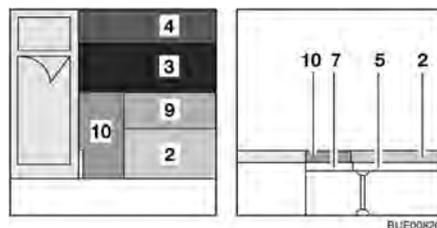

Fig. 94 Après la transformation
- Placer le coussin d'assise (Fig. 94,3) au centre.
- Placer le coussin de dossier (Fig. 94,4) entre le coussin d'assise (Fig. 94,3) et la cloison.
- Placer le coussin d'assise (Fig. 94,2) contre la cloison.
- Placer le coussin supplémentaire (Fig. 94,9) entre les coussins d'assise.
- Placer le coussin supplémentaire (Fig. 94,10) à côté du lit.